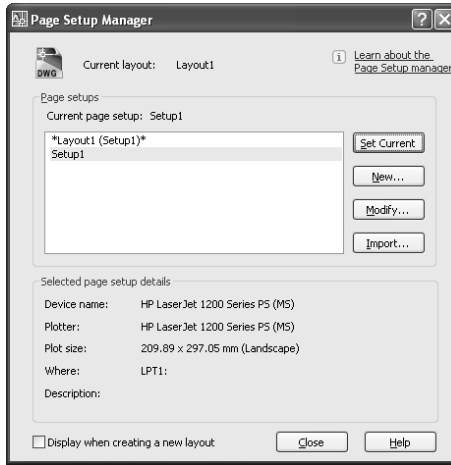

Рис. 9.7. Листу компоновки **Layout1** назначен именованный набор параметров листа **Setup1** (сравните с рис. 9.5)
4. Щелкните по кнопке **Set Current** (Установить), чтобы назначить выбранный набор параметров листа текущему листу компоновки. В названии листа компоновки появится название именованного набора (рис. 9.7). Кроме того, соответствующее имя появится в текстовой области **Current page setup** (Текущий набор).